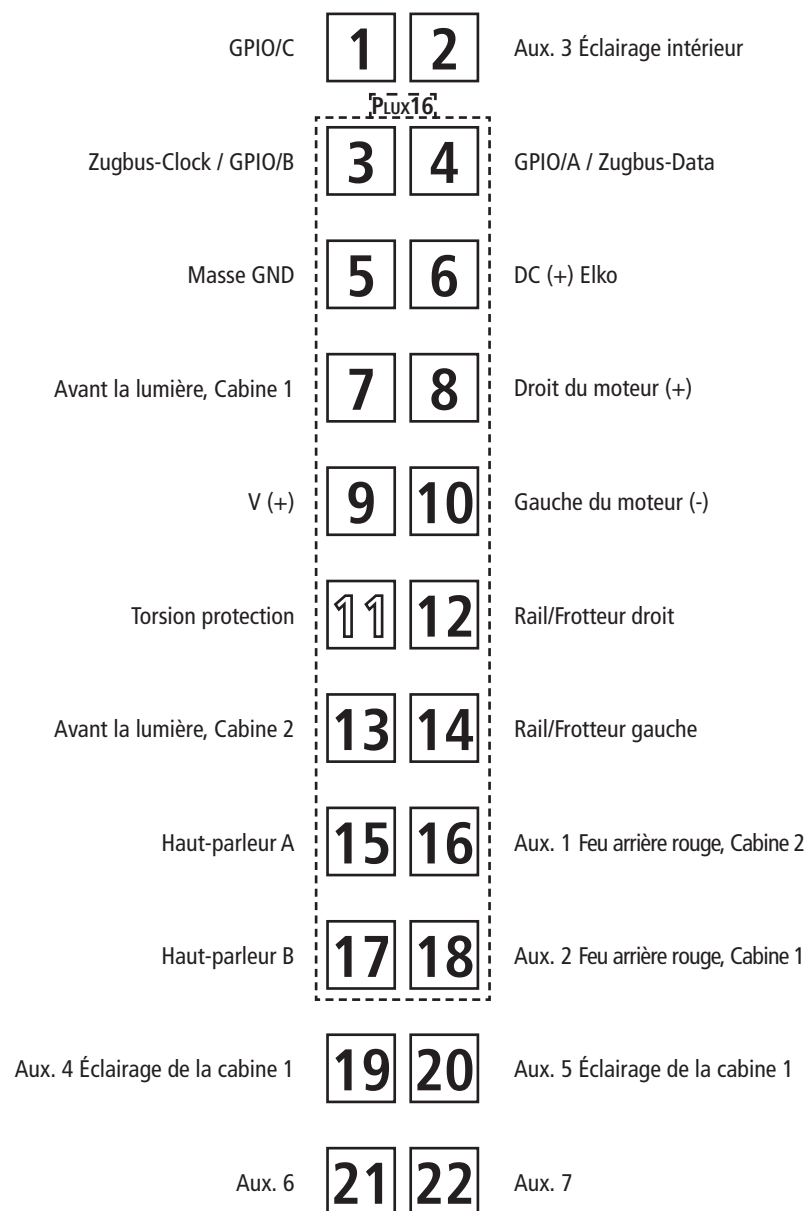

Fig. 4
**Mehrzugbetrieb:** Zuerst Lokgehäuse abnehmen (Fig. 3). Danach den Brückenstecker aus der Schnittstelle entfernen (diesen sorgsam aufbewahren). Danach den Stecker des Steuerbausteins lagerichtig einsetzen (siehe Fig. 4).
**Running in digital mode:** Remove the jumper from the interface. Finally put the plug of the chip into the interface as shown in fig. 4.
**Exploitation en télécommande muti-trains:** Enlevez la fiche de shuntage de l'interface (à conserver!) et enfichez finalement la fiche du module de télécommande aux prises de l'interface. Veuillez à la position correcte de la fiche (voir fig. 4).